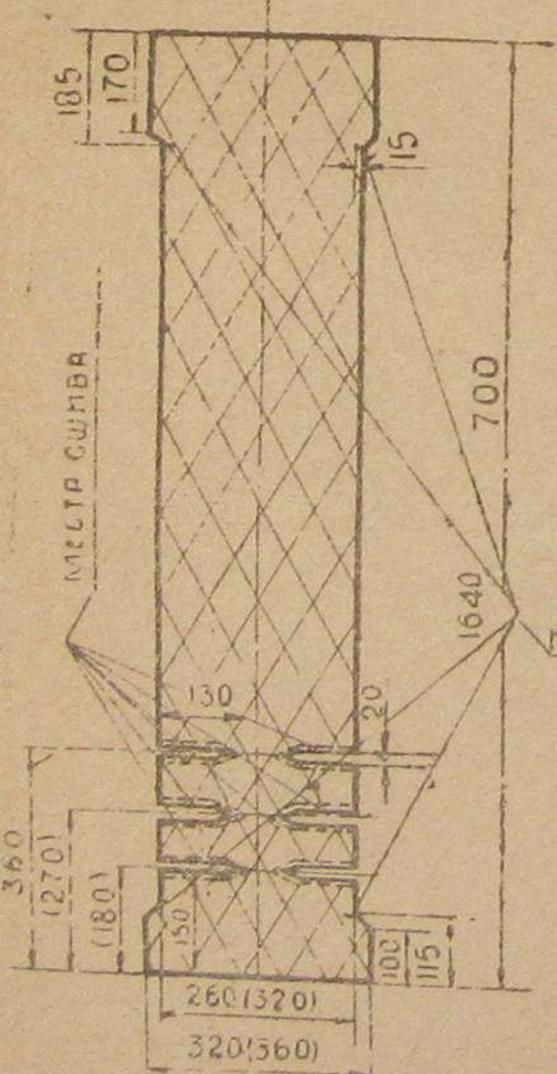

Рис. 17.
5. Чулки на вертикальную и горизонтальную трубы от вертикального очистителя к отстойнику (рис. 17 и 18).